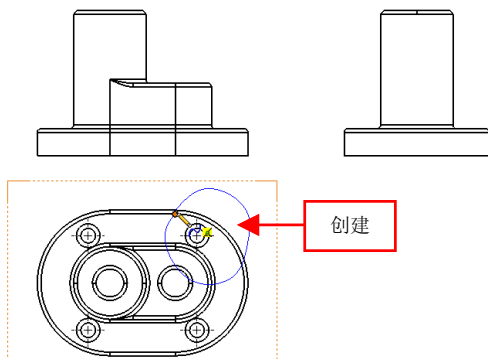

图 11-45 创建样条曲线对象
(3) 弹出【断开的剖视图】属性管理器，捕捉合适的端点，弹出【样条曲线】属性管理器，创建一条样条曲线，如图 11-45 所示。